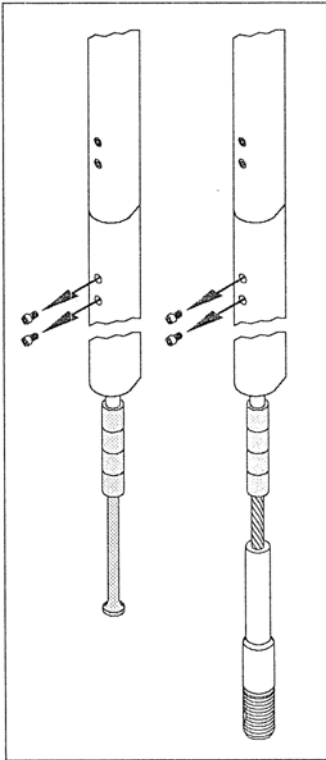
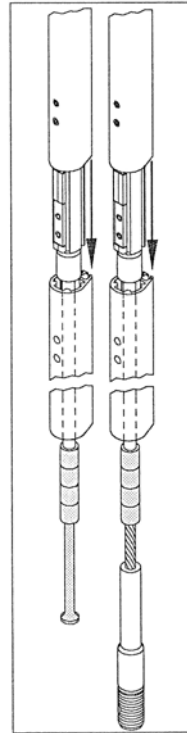

Bild 1 / fig. 1
Bild 2 / fig. 2
Ziehen Sie das Topprofil von unten bis zum Top und legen Sie zwei Profilverbinder an den rot markierten Schlauch (Fig.1).
Schieben Sie anschließend die gesamte Verbindung (2) zur Hälfte in das Topprofil (Fig.2).
Falls das Vorstag schon montiert sein sollte, schieben Sie das Einführungsprofil vom Vorstag (Siehe Bild 1 und Bild 2).
Streifen Sie das Topprofil über das Vorstag bis zum oberen Terminal (Fig. 1).
Setzen Sie anschließend zwei geteilte große Buchsen, die mit Tape gesichert werden, und die zwei zugehörigen Distanzrohre, wie in Fig. 2 dargestellt, auf das Vorstag und schieben diese danach in das Topprofil.